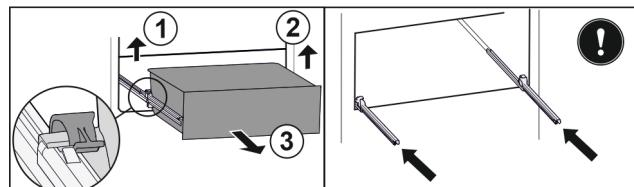

Fig. 126
- Soulever la bride gauche et tirer dans le même temps la partie gauche du tiroir vers l'avant. Fig. 126 (1)
- Soulever la bride droite et tirer dans le même temps la partie droite du tiroir vers l'avant. Fig. 126 (2)
- Retirer le tiroir par l'avant. Fig. 126 (3)